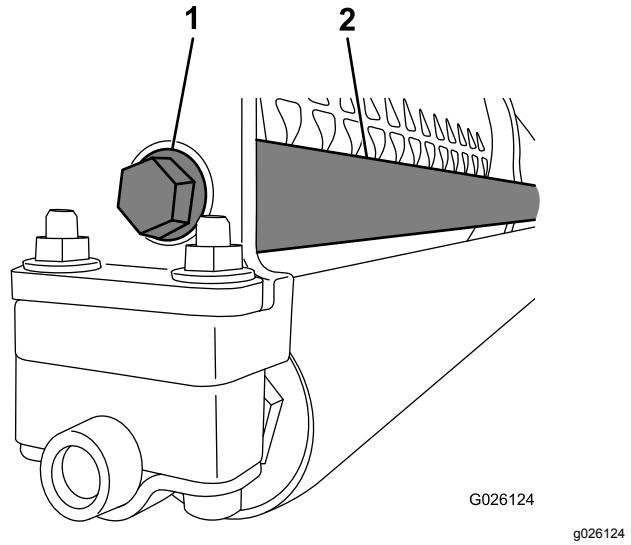

Bild 15
4. Befestigen Sie das Gewindeende der Stützstange mit einer Bundkopfschraube am Rahmen (Bild 15).